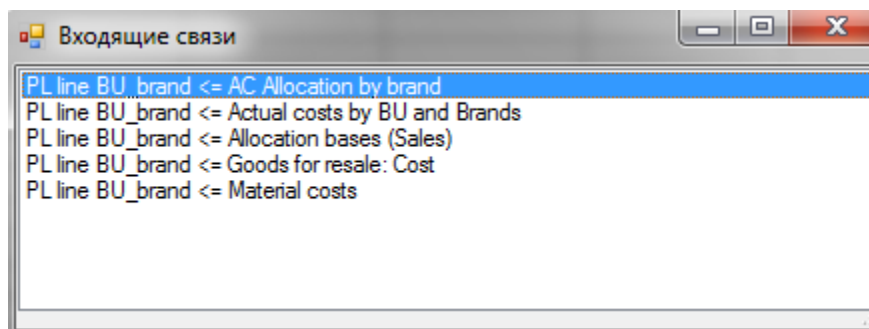

Рисунок 33. Окно входящих связей.
- **Входящие связи** - открывает окно, в котором можно выбрать и открыть (два раза нажать левой клавишей мыши) необходимую входящую в куб связь (рисунок 33).